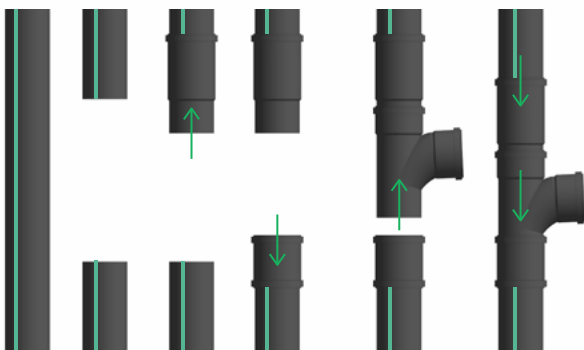

Abbildung 10
- Die Langmuffe muss vollständig in das obere Rohr eingeführt werden. Nach Befestigung der Muffe am unteren Rohr ist der Abzweig mit der Langmuffe nach unten in die Manschette einzuführen (Abb. 10).